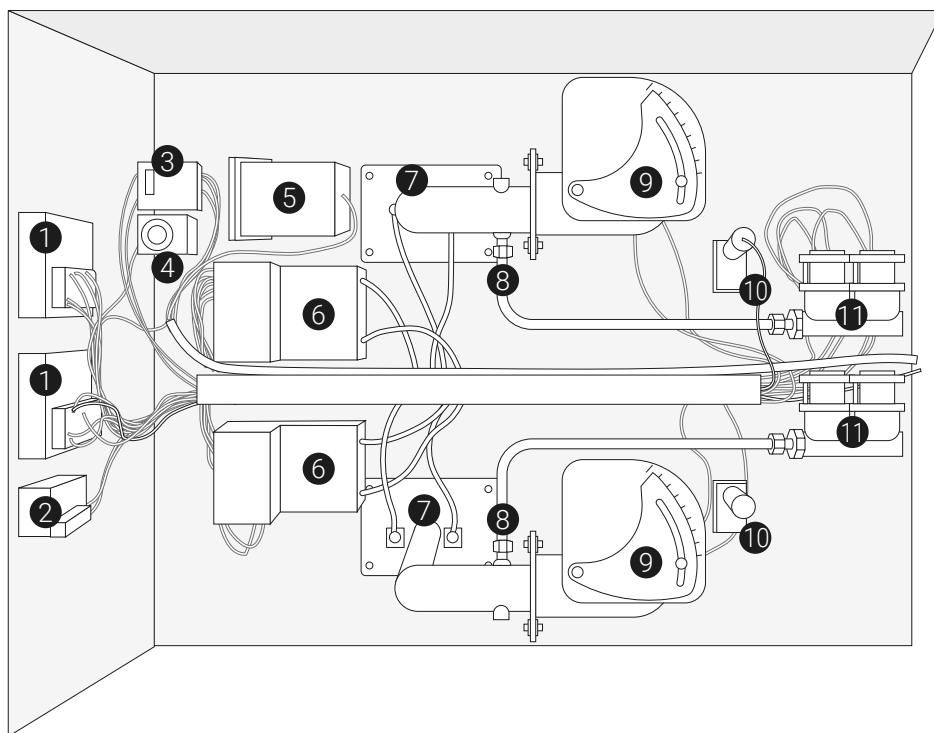

Рис. 7
9.5.15. Монтажная панель будет иметь вид, представленный на рис. 7.
9.5.20. Осуществить настройку парогенератора путем настройки таймера и термостата (см. рис. 7 поз. 4, 5). Для большинства случаев достаточно термостатом определить температуру 200°C, а таймером 3 секунды (примерно четыре распыления в одном цикле нагрева). При необходимости увеличить количество пара, выставить большую температуру термостата (например, 220°C) и увеличить продолжительность его подачи, например, до 5 секунд (примерно три распыле-